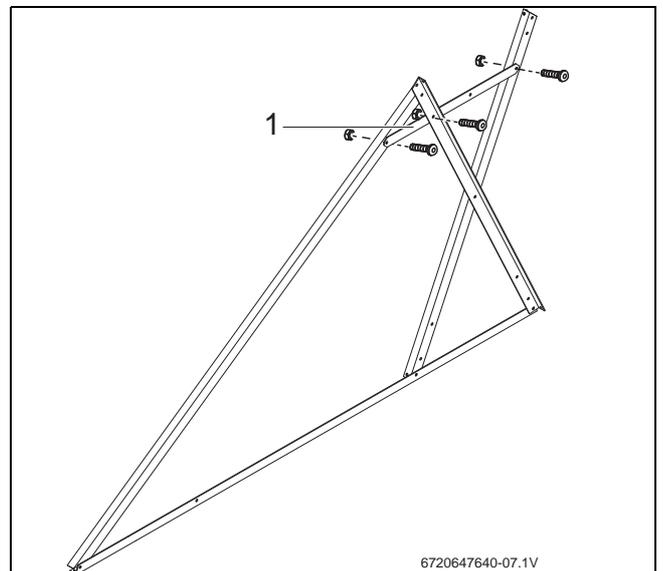

Fig. 19 Montar a barra transversal
- ▶ Aparafusar a barra transversal (Fig. 19, [1]) a ambas os perfis de suporte do acumulador e ao perfil de suporte do colector.